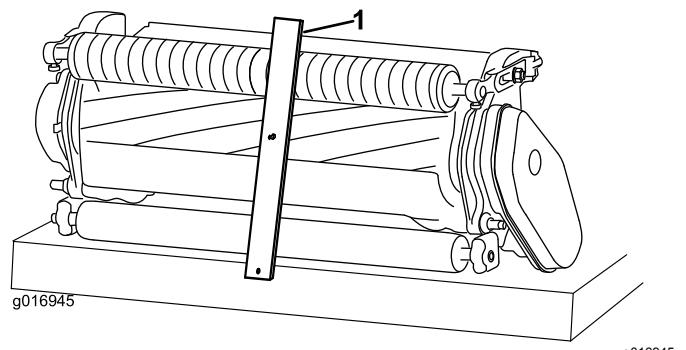

図 19
3. ゲージバーのねじの頭を下刃の先端に引っかけ、バーの後端を後ローラに当てがう図 19。